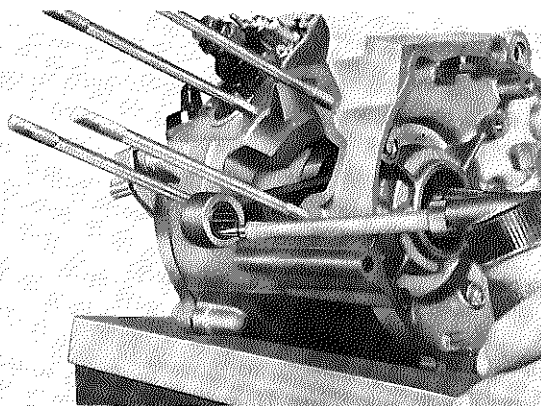

Fig. 3-4-12
4. After reassembly, apply a liberal coating of two-stroke oil to the crank pin and bearing and into each crankshaft bearing oil delivery hole. (Fig. 3-4-12)
4. Après le remontage, appliquer généreusement de l'huile moteur deux-temps sur le maneton et les roulements, ainsi que dans les trous de graissage des roulements de vilebrequin (Fig. 3-4-12).
4. Nach dem Zusammenbau reichlich Zweitaktöl auf dem Kurbelzapfen und Lager auftragen, sowie in die Ölzufuhrbohrungen der Kurbelwellenlager einfüllen. (Fig. 3-4-12)